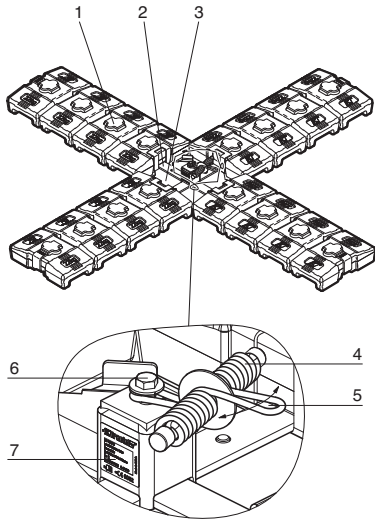

Fig. 1 / Abb. 1
- 16 masses en béton de 22 kg chacune (fig. 1, rep. 1).
- 4 bras porte-masses en acier galvanisé (fig. 1, rep. 2).
- Une structure centrale en acier galvanisé (fig. 1, rep. 3).
- Un absorbeur de choc fixé sur la structure centrale et libre en rotation (fig. 1, rep. 4).
- Point d'accrochage (fig. 1, rep. 5).
- Axe de rotation de l'absorbeur. (fig. 1, rep. 6).